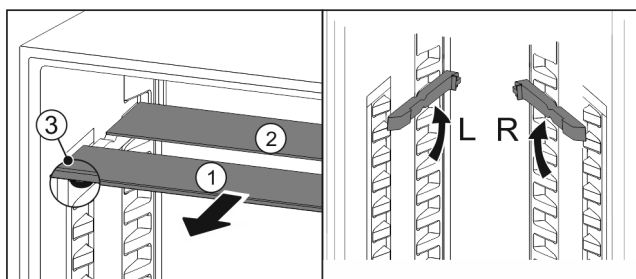

Fig. 19
- Vytiahnite sklené dosky jednotlivu dopredu Fig. 19 (1).
- ▷ Sklená doska Fig. 19 (1) s ozdobnou lištou leží vpredu.
- ▷ Zarážky Fig. 19 (3) ukazujú nadol.